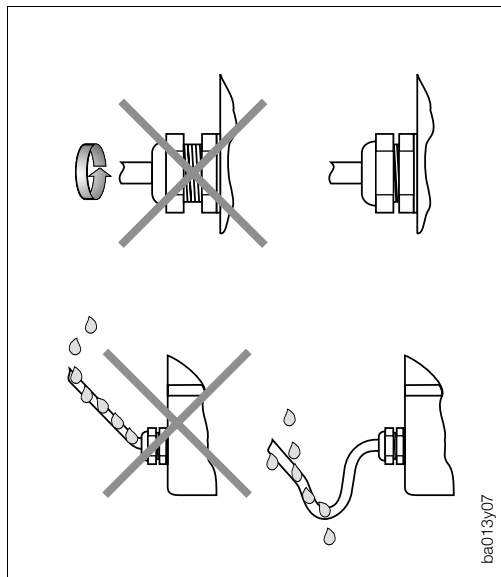

Abb. 4:
- Kabeleinführung fest anziehen (s. Abb. 4).
- Kabel vor der Kabeleinführung in einer Schlaufe verlegen. Auftretende Feuchtigkeit kann so nicht zur Einführung gelangen (s. Abb. 4).